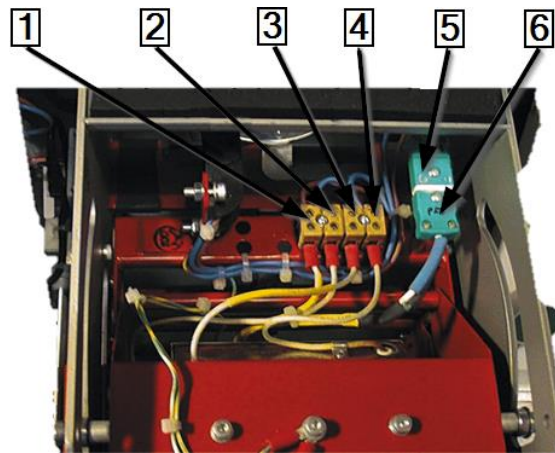

Abb. 62 : Raccordements électriques et thermiques
- Enlevez les 2 vis de fixation de l'élément chauffant inférieur (2).
- Raccordez les raccordements électroniques et thermiques de l'élément chauffant supérieur et de l'élément chauffant inférieur. Voir Abb. 62 : Raccordements électriques et thermiques, page 100.